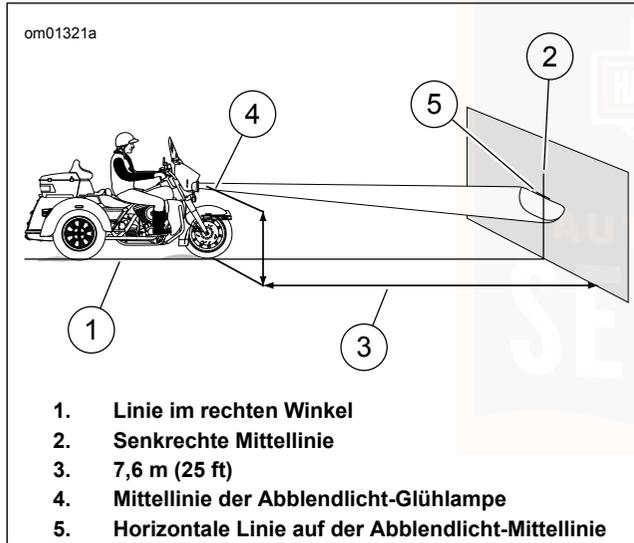
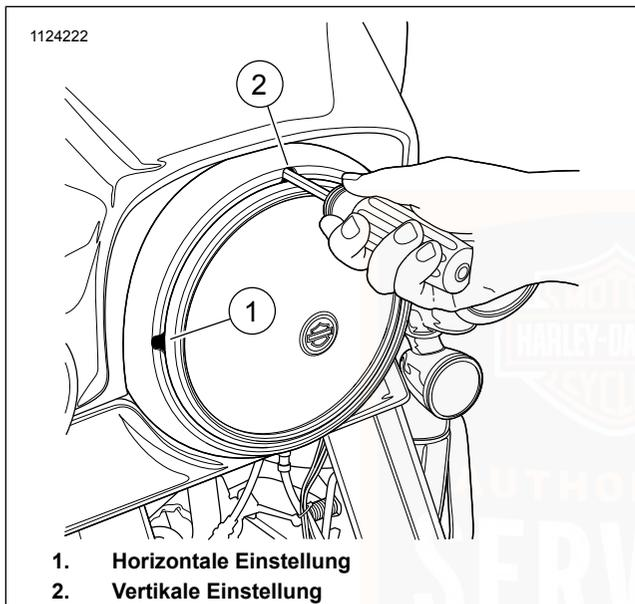

Abbildung 93. Scheinwerferausrichtung: LED
Abbildung 94. Scheinwerfereinstellschrauben: Alle außer rahmenbefestigte Verkleidung (typisch)
Siehe Abbildung 93. Das Motorrad auf einer Linie (1) im rechten Winkel zur Wand parken.
8. Siehe Abbildung 93. Durch die vertikale Linie an der Wand in der gemessenen Höhe eine horizontale Linie (5) ziehen.
Siehe Abbildung 93. Der Scheinwerfer ist korrekt eingestellt, wenn die Oberseite des Lichtstrahls bei **Abblendlicht** wie dargestellt ausgerichtet ist.
Siehe Abbildung 93. Die Scheinwerferausrichtung überprüfen.
2. Siehe Abbildung 94. Einen 5/32-Zoll-Kugelkopf-Sechskantschlüssel in die Einstellöffnungen im Zierring stecken.
a. **Horizontal:** Den Scheinwerferstrahl mit der Horizontaleinstellschraube (1) nach links und rechts verstellen.
b. **Vertikal:** Den Scheinwerferstrahl mit der Vertikaleinstellschraube (2) nach oben und unten verstellen.
3. Siehe Abbildung 93. Das **Scheinwerferabblendlicht** wie dargestellt ausrichten.